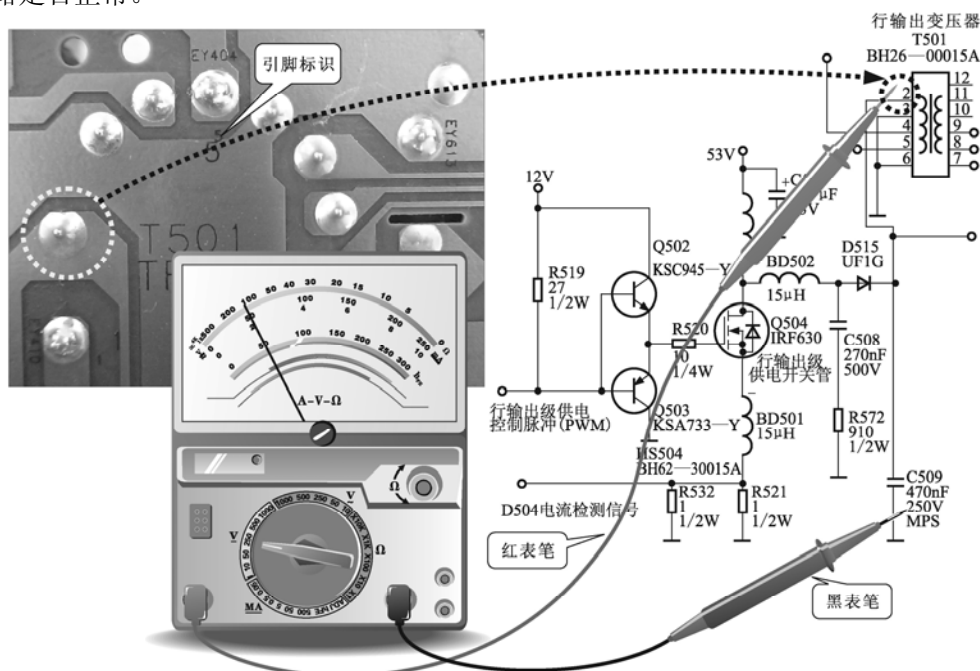

图 5-62 检测行输出级供电电压
检测行输出级供电电压，即检测高压变压器 T501 ②脚的输入电压。通电状态下，将万用表的红表笔接 T501 的②脚，黑表笔接地，检测方法如图 5-62 所示。经检测行输出级供电电压大约为 50 V。若没有检测到行输出级供电电压或电压值偏高，则说明电源电路输出的 53 V 电压不正常或行输出级供电电路有故障，需检测行输出级供电开关管是否损坏，Q504 及电源电路是否正常。